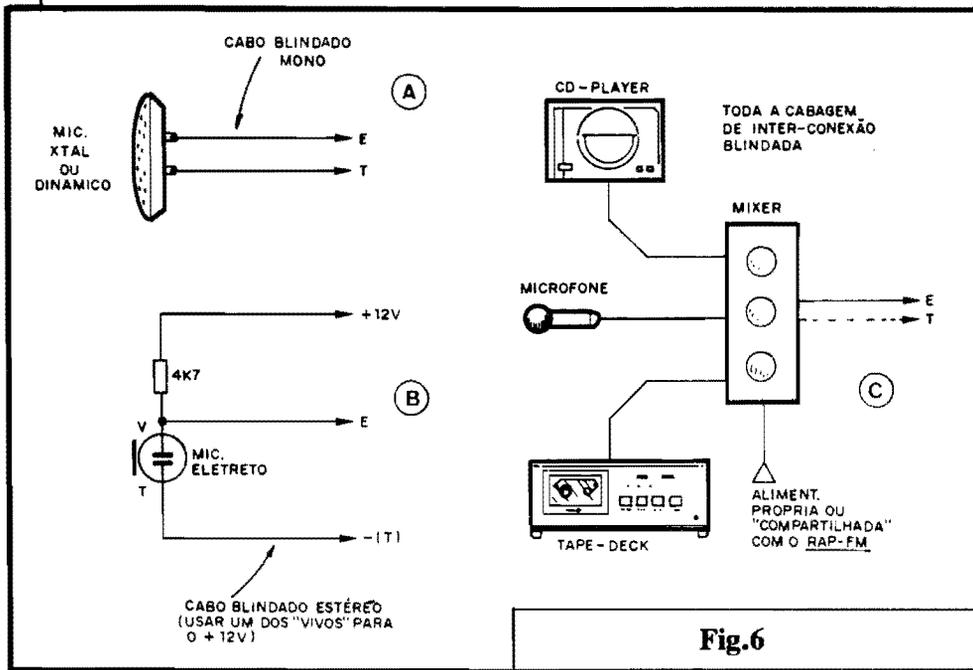

Fig.6
- **FIG. 6 - FONTES DE SINAL DE ÁUDIO -** Graças à presença do Integrado 741, e do seu arranjo com ajuste
- Aplicar, à Entrada de Áudio da RAP-FM um sinal qualquer, proveniente - por exemplo - de um dos arranjos mostrados na fig. 6... O ideal mesmo, para os testes e ajustes iniciais, é um mero e simples microfone de cristal (como em 6-A).